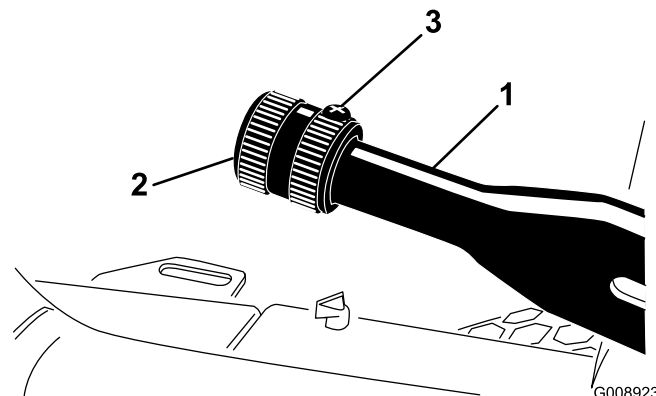

図 58
1. ブレーキレバーに調整ノブを固定している固定ネジをゆるめる (図 58)。